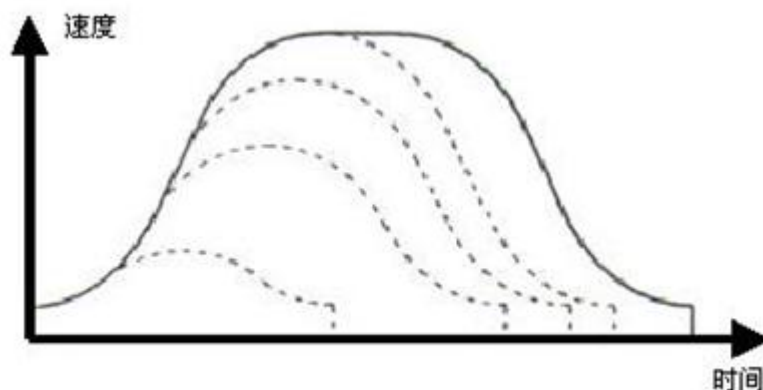

图 5-10 自动降速避免尖三角
(2).使用 S 形曲线的目的是产生平滑运动，但是如果因为距离太短或加速太慢原因导致电机速度在加速段不能升至设定的最大值 Max_Vel 时，理论上加速段将突然切换至减速段，从而导致在速度曲线的中部出现尖三角，并因此引起该轴出现较大震动和相关问题。为了避免出现这种问题，DMC1220 内置有自动调整功能，使得加减速段的过渡保持平滑，如图 5-10 所示。